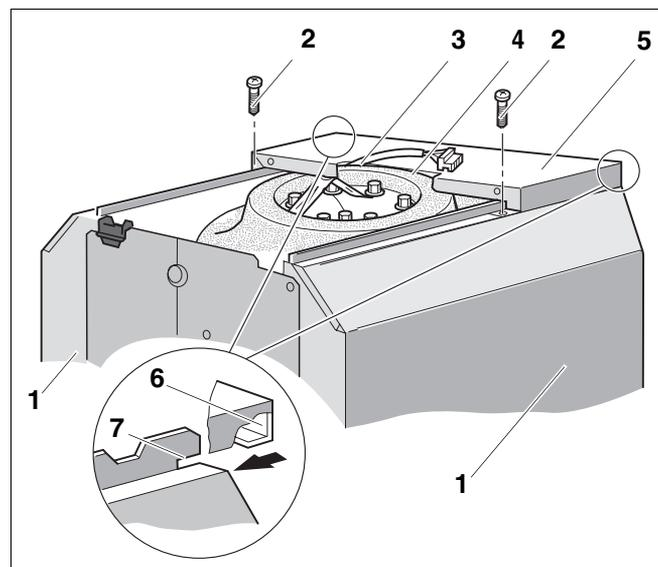

Abb. 17 Vordere Kesselhaube montieren
- Abkantung der vorderen Kesselhaube (Abb. 17, **Pos. 6**) in die Schlitzte der Seitenwände (Abb. 17, **Pos. 7**) einschieben.
- Vordere Kesselhaube (Abb. 17, **Pos. 5**) mit zwei Blechschrauben (Abb. 17, **Pos. 2**) an den Seitenwänden (Abb. 17, **Pos. 1**) befestigen.
- Brennerkabel (Abb. 17, **Pos. 3**) durch die Kabeldurchführung der vorderen Kesselhaube (Abb. 17, **Pos. 4**) führen.